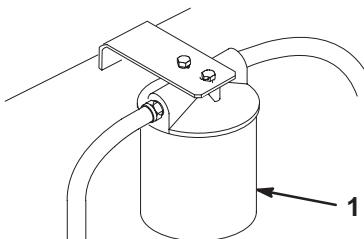

Figure 42
- Placez un bac de vidange sous le filtre, déposez le filtre usagé et essuyez la surface du joint de l'adaptateur (Fig. 42).